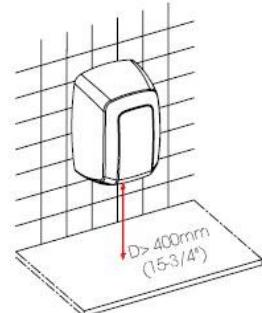

Abbildung 13
**HINWEIS:** Ein Mindestabstand von 400 mm (15,80") zu Fensterbänken, Marmorteilen oder Waschbecken muss berücksichtigt werden (Abb. 13) . Es müssen soweit wie möglich alle reflektierenden Oberflächen im Bereich des IR-Sensors des Handtrockners vermieden werden.